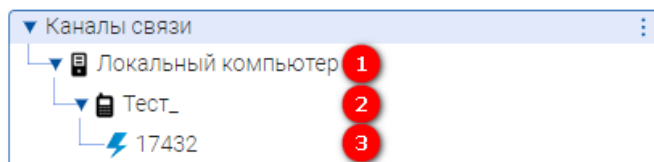

Рисунок 133 – Дерево Каналы связи
Вкладка **Канал связи** представляет собой структуру, состоящую из компонентов – «Группа каналов связи» (1) (см. рисунок 133), «Канал связи» (2), «Устройство» (3), которые сформированы в виде древовидной схемы (далее дерево). И предназначена для отображения и управления структурой всех вышеперечисленных компонентов, а именно – добавление, редактирование, удаление и пр.